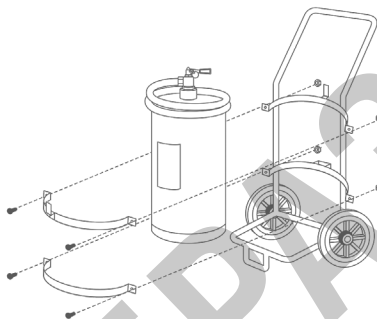

Рис.1
4.2 Огнетушитель снимается с тележки (например для ее ремонта) путем отворачивания болтов и гаек, крепящих хомуты (см. рис. 1)